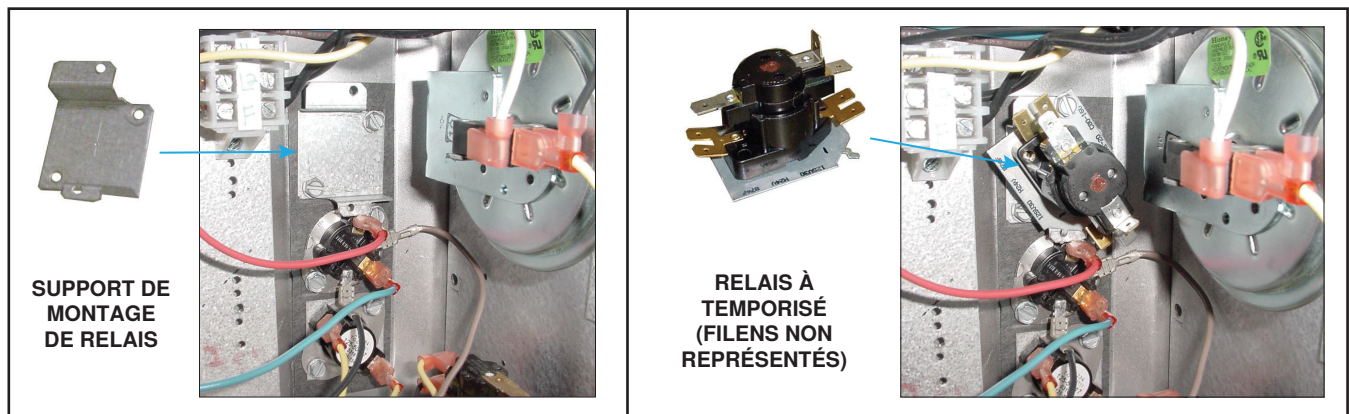

Figure 23. Ensemble relais temporisé de remplacement
5. Installer le relais temporisé de remplacement (voir Figure 23) :